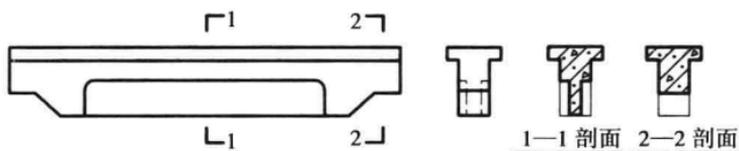

图 1.3 梁的剖面图
(3) 剖面图 剖面图就是假想用—个或多个垂直于物体外表面(或外墙轴线)的铅垂剖切面将物体或房屋剖开,所得到的投影图称为剖面图。如图 1.3 ~ 图 1.5 所示为一些剖面图,识读剖面图有以下方法及要点:
①剖面图也是根据正投影原理画出来的,在三面视图和六面视图中,每个图都可画成剖面图,仍符合正投影规律。例如